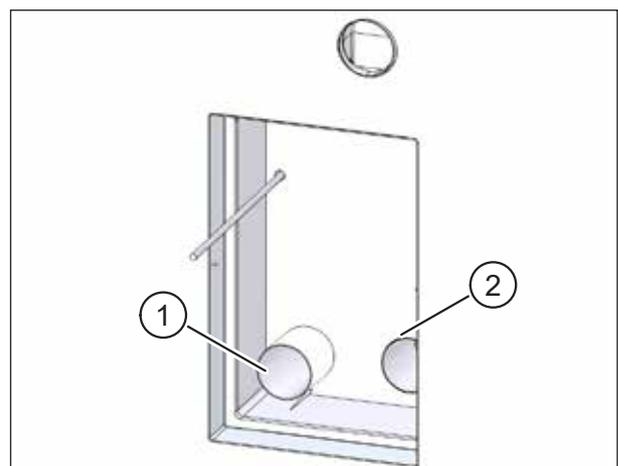

Abb. 41: Lüftungsrohre ablängen
- ▶ Schieben Sie beide Lüftungsrohre (Pos. 1 in Abb. 41) soweit in die Öffnungen des Montagesets ein, dass sie bündig mit der Innenseite des Montagesets abschließen (Pos. 2 in Abb. 41).